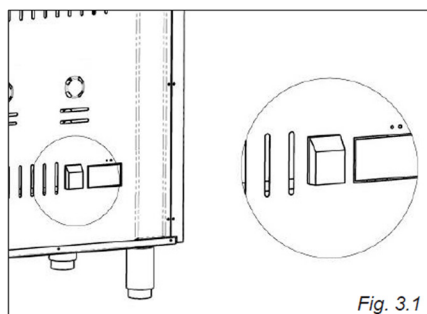

Fig. 3.1
- Svitare la vite di fissaggio della protezione dietro la cucina (fig. 3.1).
L'afflusso del gas ai bruciatori è regolato da un rubinetto valvolato comandato dalla manopola di fig. 3.1.